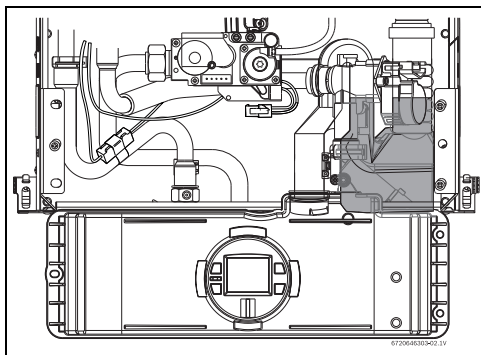

Рис. 63
- ▶ Установите блок управления в положение для обслуживания, введя его язычки в отверстия в нижней горизонтальной стальной пластине (см. Рис. 63).
- ▶ Проверьте уровень воды в устройстве для сбора конденсата (см. Рис. 63).